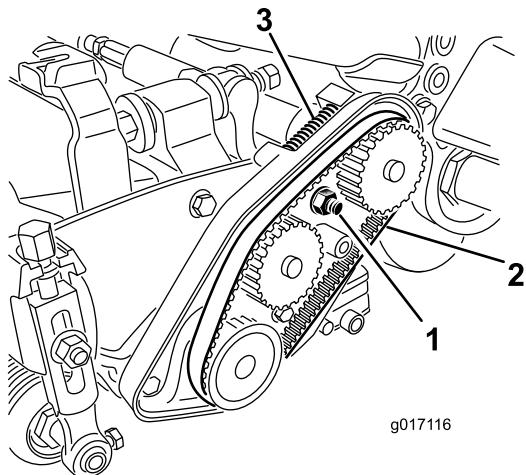

図 17
3. ベアリングハウジングのナットをゆるめる図 17。
5. 各ベルトを取り外す図 17。
12. 圧縮スプリングからベルトに適切な力が掛かっていることを確認する図 17。